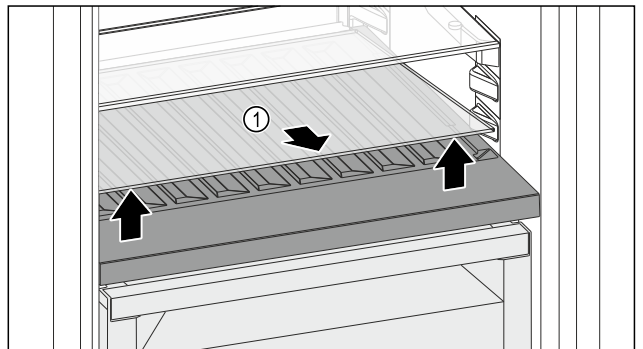

Fig. 134
- Glasplatte Fig. 134 (1) an der Aussparung vorne anheben und herausnehmen.
- Glasplatte Fig. 134 (1) außerhalb des Geräts sicher aufbewahren.